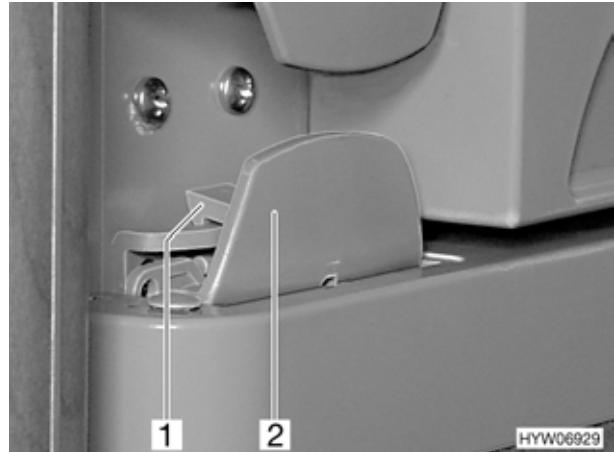

Fig. 139 Bloccaggio della porta del frigorifero, chiusa (variante 3)
- Aprire la porta del frigorifero tirando la maniglia (Fig. 139,2). Il bloccaggio (Fig. 139,1) si sblocca automaticamente.